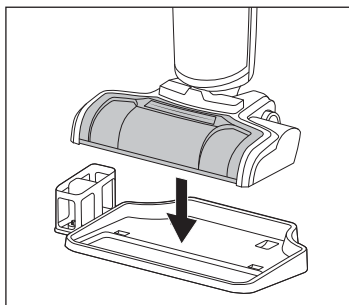

Fig. 45
- ♦ Puneți aparatul pentru depozitare pe tava de depozitare **4** a stației de parcare și curățare (a se vedea fig. 45).